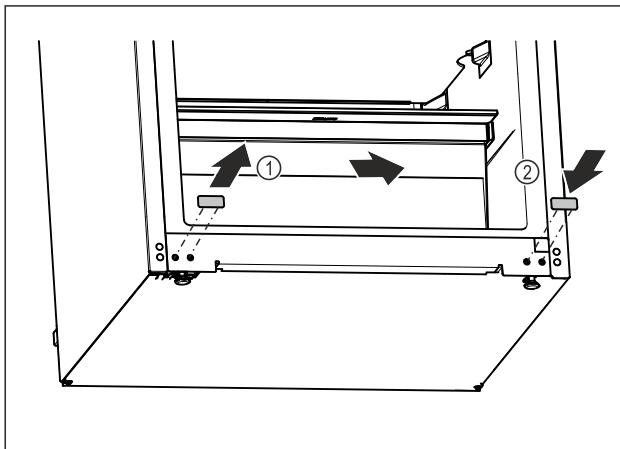

Fig. 20
- ▶ Izvucite pokrovni čep. Fig. 20 (1)
- ▶ Umetnite pokrovni čep na suprotnu stranu. Fig. 20 (2)